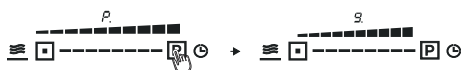

Fig. 49
Per attivare la funzione di ventilazione assistita, premere il pulsante della ventilazione assistita (P) sul pannello comandi cappa (Fig. 49).